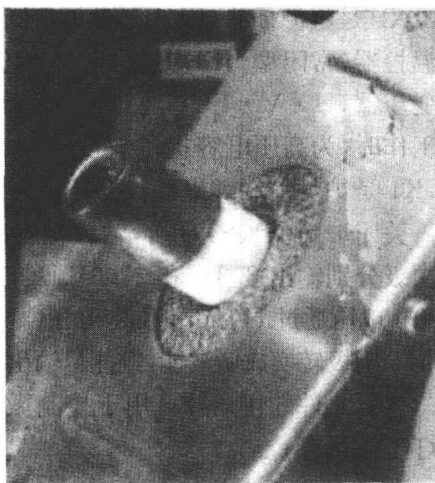

图 1-6 磁控管能量输出器积污情况
(1) 保养不好, 炉腔积污, 特别是磁控管 MT 的能量输出器 (又称波导管) 端口积污更容易引起打火。磁控管能量输出器积污情况如图 1-6 所示。因为微波炉工作时, 大量微波能从能量输出器输出, 将其周围油污加热, 加热到一定温度, 油污自燃并形成打火。将炉腔、能量输出器、通风口清洁干净, 平时定期清洁保养, 打火即可消除。